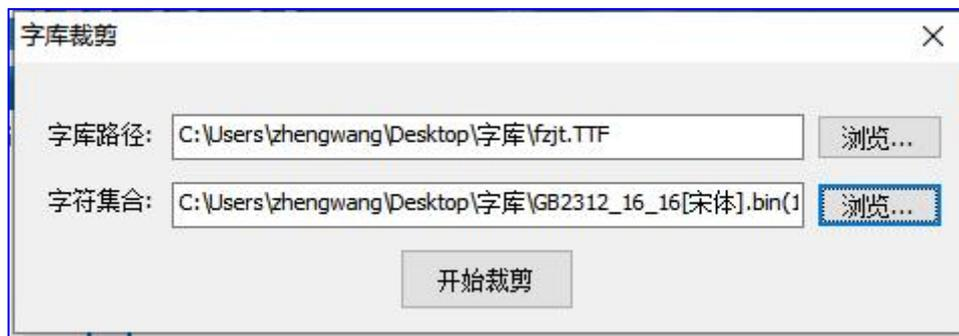

图 3-2 字库裁剪窗口
2.弹出字库裁剪窗口如图 3-2，选择相应的“字库路径”和“字库集合”